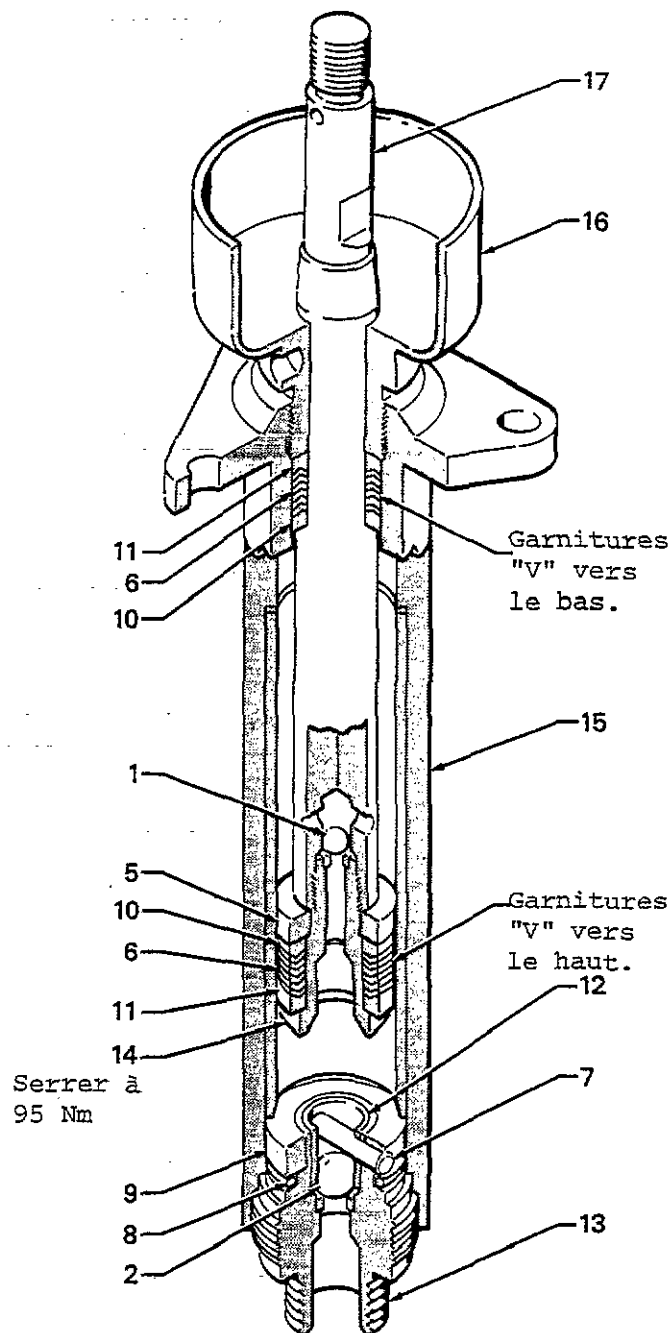

Fig 3
Si le clapet est collé, injecter quelques gouttes d'huile sur les filetages, puis tapoter tout autour du clapet à l'aide d'un petit marteau pour le décoller. Voir Fig 3. Retirer la goupille (7) la bille (2), le guide de bille (12), l'arrêt (9) et le joint torique (8). Nettoyer parfaitement toutes les pièces, puis contrôler leur état en remplaçant celles qui l'exigent. Vérifier l'état du siège dans le corps et si toutefois il semble écaillé ou usé, remplacer le corps du clapet de pied (13).
Lorsque l'on ré-assemble le piston, veiller à ce que l'ordre dans lequel sont montés les chapeaux et les garnitures soit respecté. Voir Fig 3. Le "V" des garnitures doit être dirigé vers le haut.